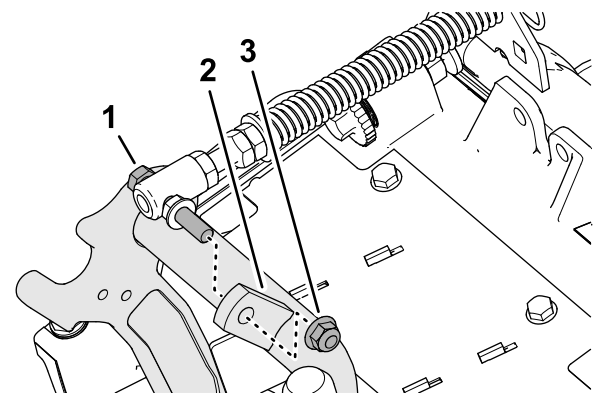

Figura 8
3. Îndepărtați contrapiulia cu guler ($\frac{3}{8}$ ") care fixează dopul filetat al arcului de compensare pentru gazon pe umărul drept al cadrului de susinere și îndepărtați arcul de compensare de pe unitatea de tăiere (Figura 8).